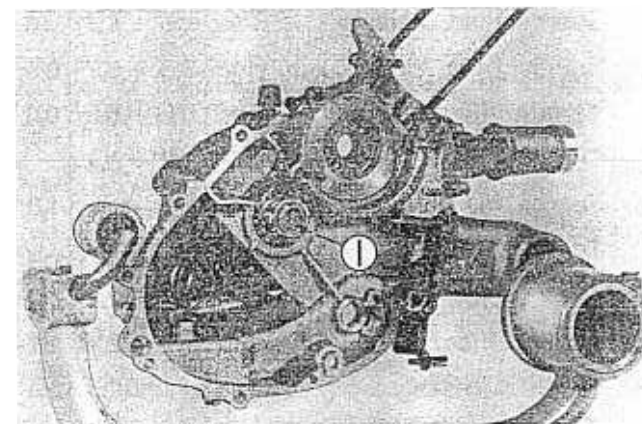

Fig. 4 M
Fig. 4 M. **Engranaje helicoidal, anillo elástico:** Montar el engranaje helicoidal por el lado opuesto al que se muestra en la figura, introducir el engranaje y montar el anillo elástico de retención «I», aplicando los alicates T. 0023638.
**Nota.**—En la operación de remontaje del selector del cambio usar, para contener el muelle y las dos bolas, el útil T. 0029569, montado el selector del cambio y el grupo engranajes, completos de anillos de tope y anillos elásticos, controlar el juego axial obtenido con dichos anillos de tope. Para ello ver capítulo de juegos de montaje (pág. 29, fig. 4 R).